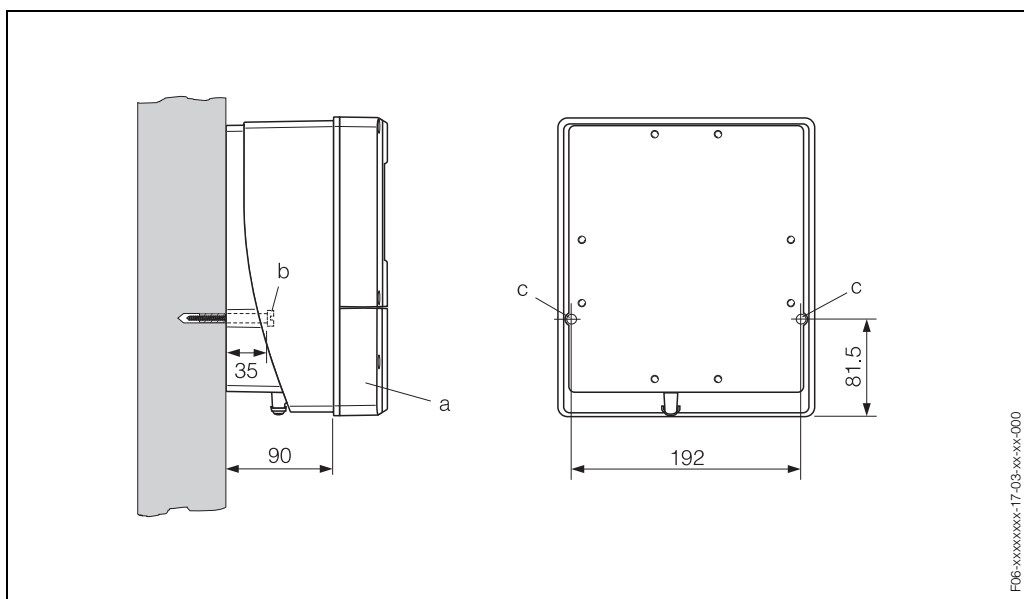

Fig. 24: Montada directamente a la pared
1. Taladre los orificios requeridos según Fig. 24.